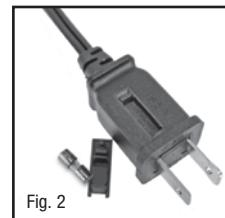

Fig. 2
2. Si le ventilateur perd de sa puissance ou bien si vous soupçonnez que le fusible est grillé, commencez par séparer le porte-fusible de rechange de la fiche (fig. 1). Sortez le fusible de rechange de son logement en plastique et mettez ce fusible de côté (fig. 2).
- Pour faire fonctionner le ventilateur, tourner le bouton de commande de vitesse sur le réglage de vitesse souhaité : HAUTE (III), MOYENNE (II) ou BASSE (I) (Fig. 2).